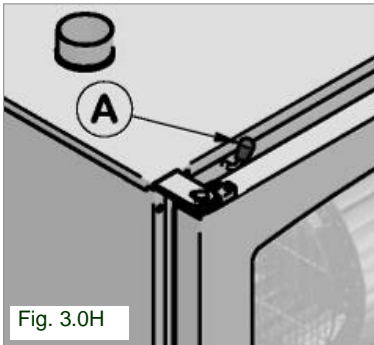

Fig. 3.0H
**3.0H Soupape enceinte (en option):** elle sert à régler l'humidité à l'intérieur de l'enceinte de cuisson. On active cette valve manuellement avec le bouton (A) située au dessus de la porte (Fig. 3.0H).